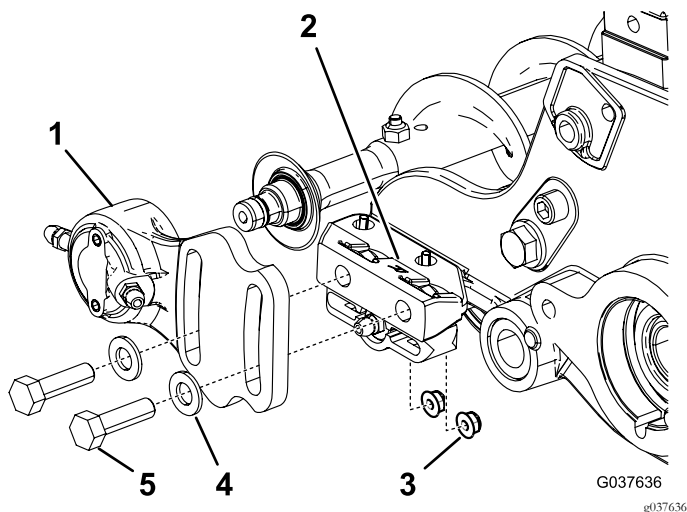

図 16
1. すでにローラブラシが取り付けられている場合は、駆動側でない方のベアリングハウジングをベアリングハウジング取り付けブラケットに固定しているボルト2本、ワッシャ、ナットを取り外す (図 16)。